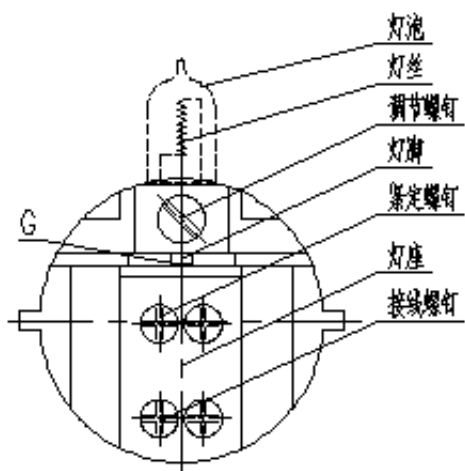
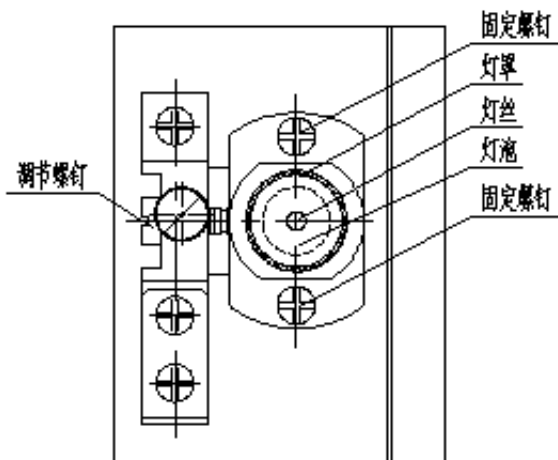
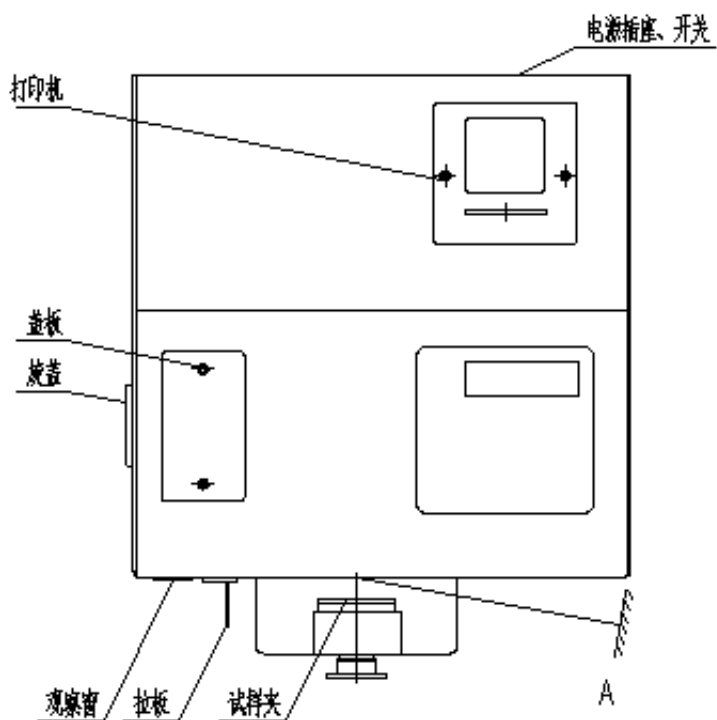
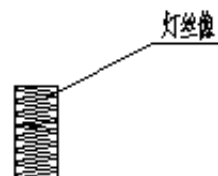

图1：旋盖孔侧视图
图2：俯视图
图3：仪器平面图
图5：白纸A亮斑
9.4 光源灯泡装在灯座上（附图 1），被围在灯罩中（附图 2）。换灯泡时，先旋转仪器左手侧的旋盖（附图 3），使旋盖上的小圆点转到左右水平方向，取下旋盖，用小螺丝刀拧松灯座上的两只紧定螺钉（附图 1），接着拧松盖板（附图 3）上两只螺钉（逆时针方向转动一、两圈即可），取下盖板，用手指持灯泡上部向上方拨出灯泡[如困难，可用一字小螺丝刀插到（附图 1）灯泡两脚之间（G 外）帮助向上抬起灯泡]，然后依相反次序换灯泡，细心将新灯泡脚插进灯座小孔中，推下灯泡，拧紧紧定螺钉。换上新灯泡后要仔细调节灯泡灯丝的高低、前后及左右位置，方法如下：
推进拉板（附图 3），在右手位 A 处放一张白纸，拉出试样夹，按测量键，灯泡点亮约三秒钟，灯点亮时可以看见白纸上出现长方形斑，长方形内应充满灯丝像（附图 5），否则，拧松（附图 2）灯罩的两只固定螺钉，再调动（附图 1）调节螺钉，使灯像充满长方形。